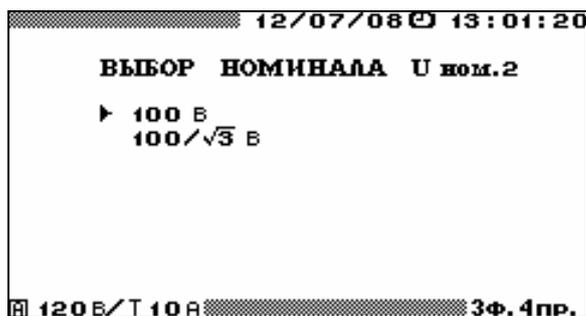

Рисунок 4.6.4 Окно выбора номинального напряжения эталонного и поверяемого ИТН
**Внимание!** Перед началом поверки обязательно необходимо установить значение номинального напряжения вторичных обмоток эталонного и поверяемого ИТН. Для этого необходимо войти в режим "Выбор номинала" (рисунок 4.6.4) и выбрать требуемое значение.